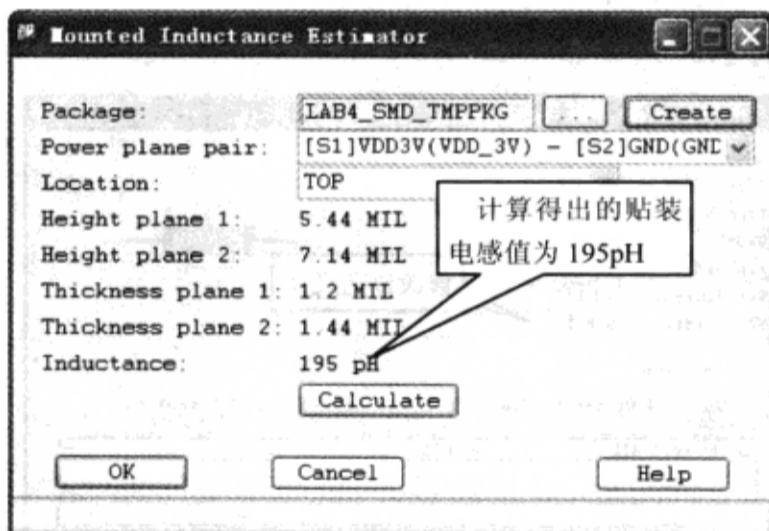

图 10-6-28 贴装电感的计算
(6) 在“Power plane pair”栏中选择“[S1]VDD3V(VDD\_3V) - [S2]GND(GND) - 3 V”，在“Location”栏中选择“Top”，单击“Calculate”按钮。电源完整性工具会把这个电容器摆放在 Allegro PCB PI option XL 窗口的左上角，并连接引脚到所选择的平面对，最后计算贴装电感值，计算得出的结果为 195 pH，如图 10-6-28 所示。